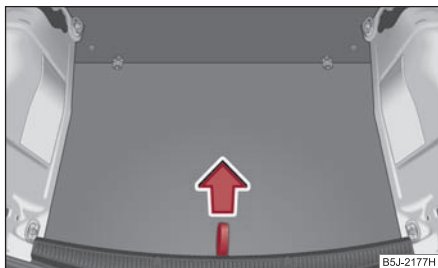
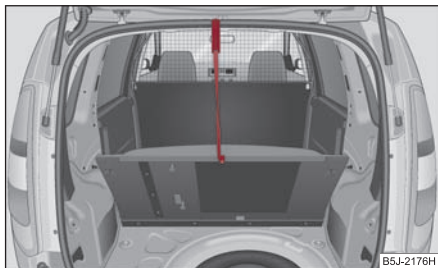

Fig. 219 Boucle pour soulever le plancher du compartiment de chargement
Fig. 220 Fixation du plancher de chargement avec un crochet en plastique
- Soulevez le plancher du compartiment de chargement au niveau de la boucle ⇒ **fig. 219** et fixez-le avec les crochets en plastique (ceux-ci se trouvent sous le bord du plancher du compartiment de chargement) sur le bord supérieur de la découpe du hayon ⇒ **fig. 220**. ■